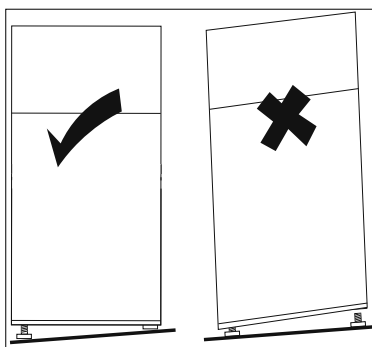

Fig. 16
- ▶ Ajustez l'appareil à l'horizontale, compensez les inégalités du sol en vissant le pied réglable (5) en conséquence (voir **Fig. 16**). Tournez les pieds dans le sens horaire pour les sortir et dans le sens antihoraire pour les rentrer.